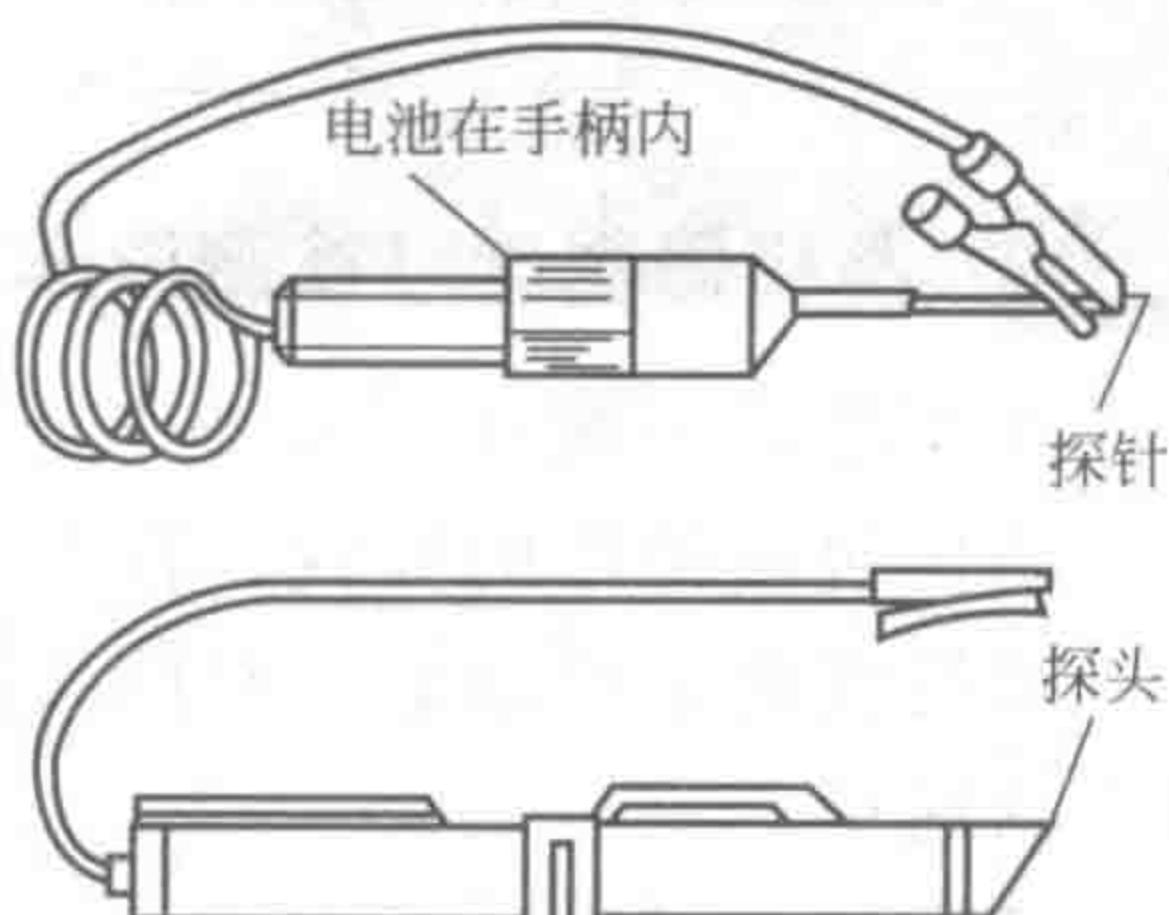

图 1-3 自带电源测试灯
② 自带电源测试灯 如图 1-3 所示，它以其手柄内装有的两节干电池作为电源，其余同于 12V 测试灯，也是用于检查线路断路与短路故障。